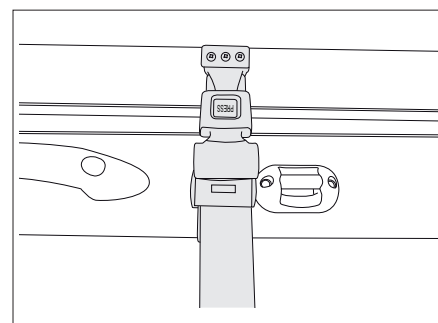

Bild 118 Sicherungsgurt Hubbett manuell
- Das Hubbett mit dem Sicherungsgurt am Dach sichern (Bild 118).